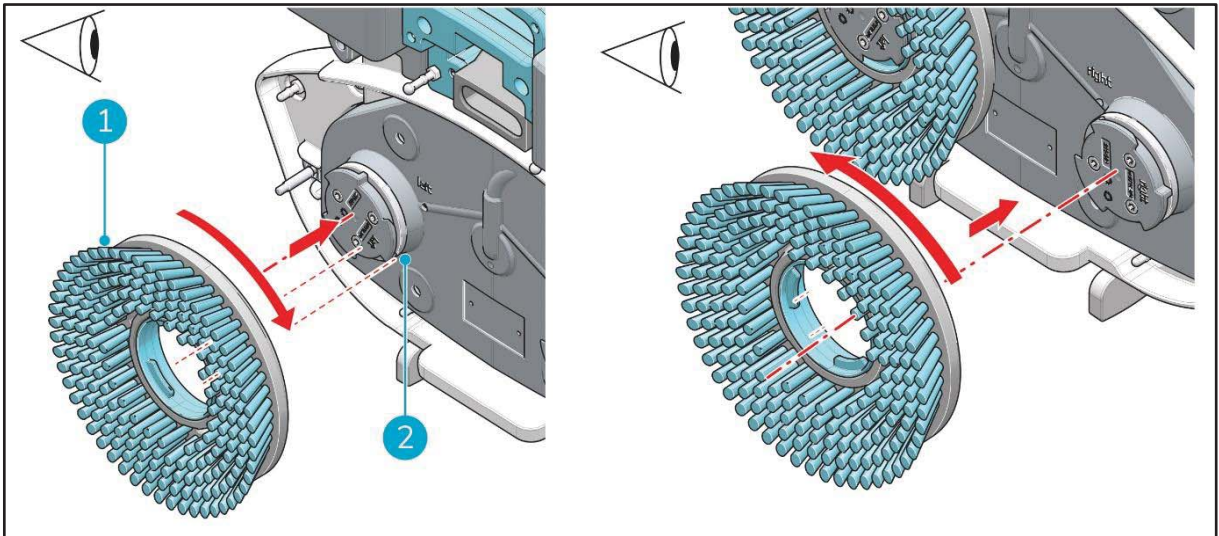

Figure 9
3. Alignez la brosse gauche (Figure 9, pos 1) avec le disque moteur gauche (Figure 9, pos 2). Alignez les loquets et les découpes de la brosse et du disque moteur.